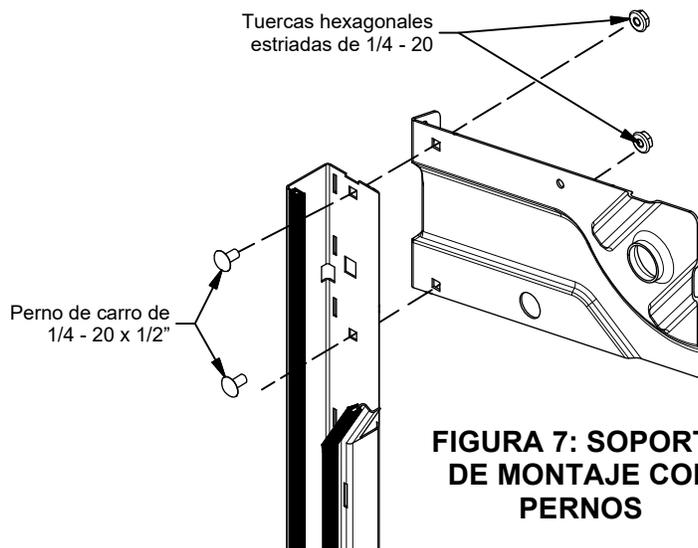

FIGURA 7: SOPORTE DE MONTAJE CON PERNOS
- ▶ Sujete la puerta a la guía del soporte. Use 2 pernos de carro de 1/4 - 20 x 1/2" y 2 tuercas hexagonales estriadas de 1/4 - 20 por soporte. **(Figura 7)**